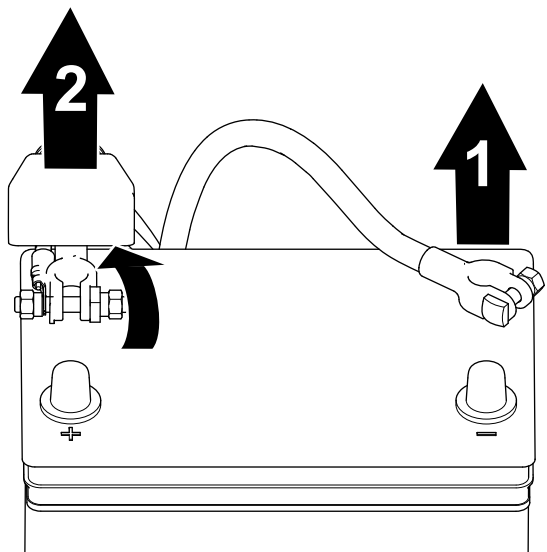

Рисунок 38
2. Отсоедините отрицательный кабель аккумулятора от штыря аккумулятора (Рисунок 38).
3. Снимите изолирующий колпачок и отсоедините положительный кабель аккумулятора от штыря аккумулятора (Рисунок 38).